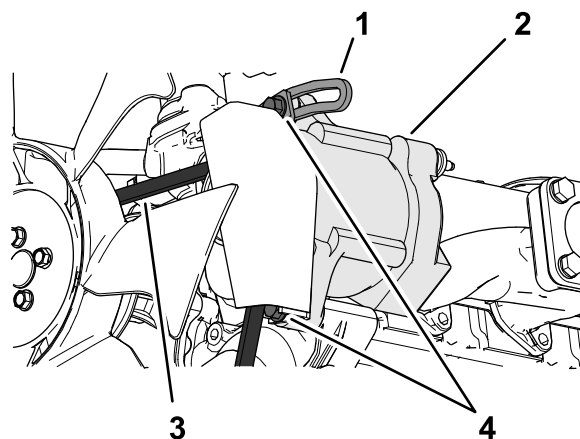

Рисунок 93
3. Ослабьте болт в оси поворота генератора; ослабьте болт крепления генератора к скобе с пазом (Рисунок 93).